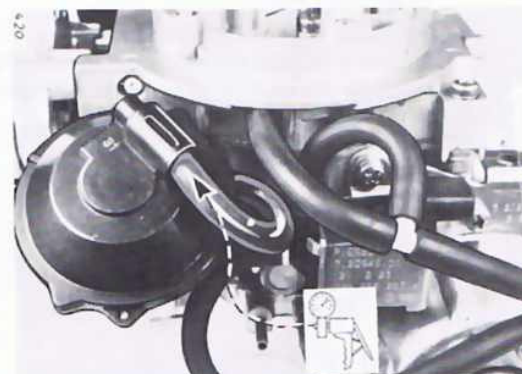

Bild 18
5. UNTERDRUCKDOSE II. STUFE (Bild 18)